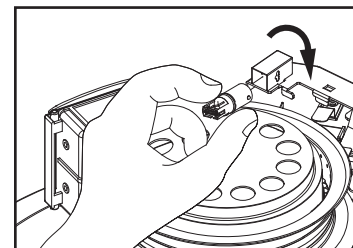

Fig. 16
**To replace the igniter plug (Fig. 16):**